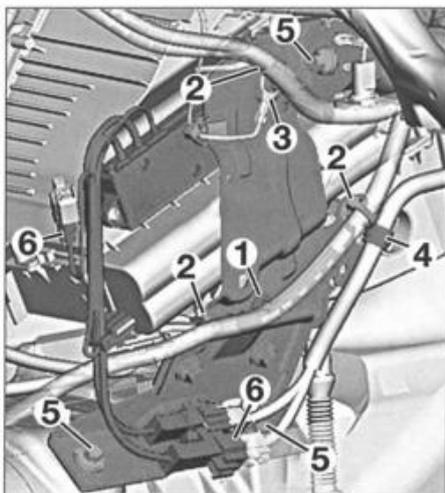
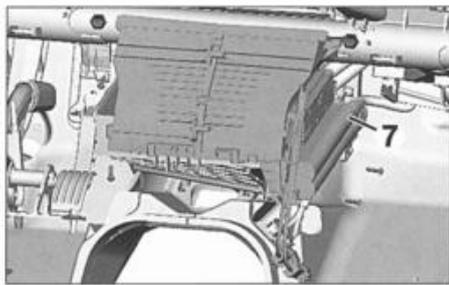

FIG. 12
FIG. 13
- el tornillo de la caja de intercambiador térmico (1) (fig. 12).
- los clips de cableado de salpicadero (2).
- el cable de masa (3).
- el clip (4) del cableado motor en la caja de calefacción.
- los 3 tornillos (5) del refuerzo de salpicadero y éste.
- . Sacar los conectores de calefacción auxiliar (6).
- la semicarcasa de guía de salpicadero (7) (fig. 13).